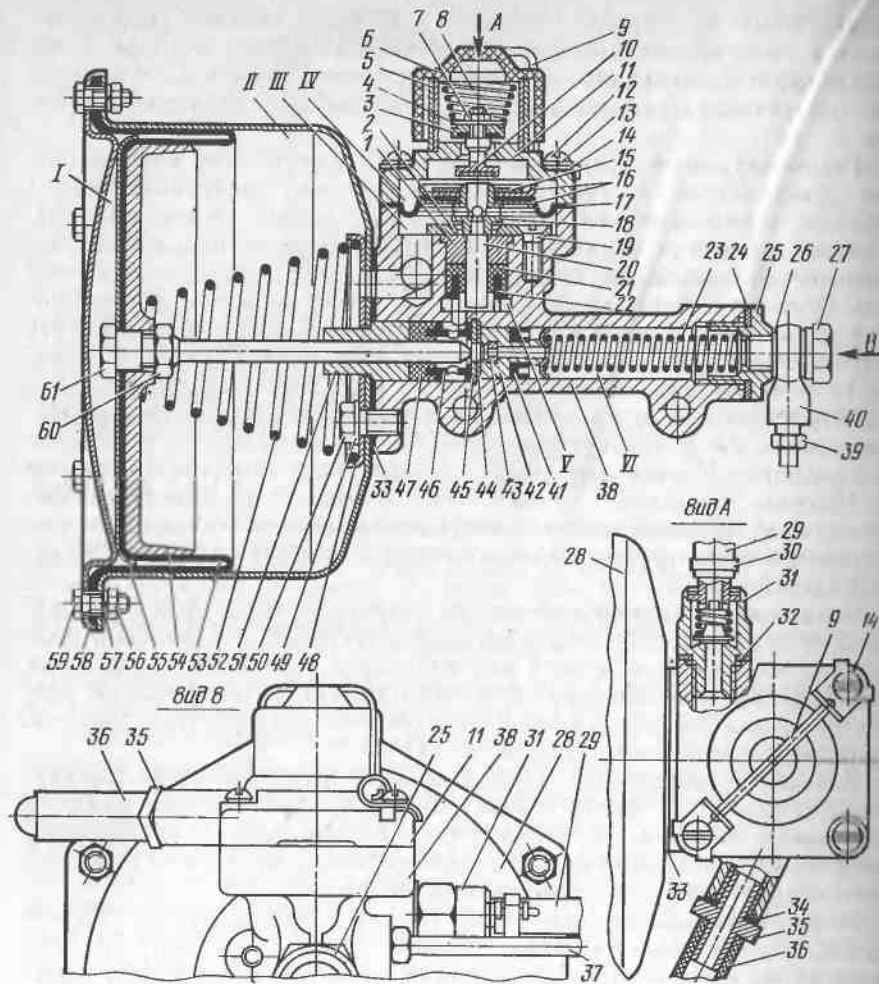

Рис. 170. Гидروвакуумный усилитель:
**Гидровакуумный усилитель** (рис. 170) установлен в подкапотном пространстве и соединен трубопроводом последовательно с главным тормозным цилиндром передних колес. Основными элементами усилителя являются вакуумный цилиндр, вторичный гидравлический цилиндр и клапанная коробка со следящим механизмом. Плость II корпуса 28 каналом и гибким шлангом 29 сообщается с впускным трубопроводом двигателя, в котором при работе двигателя всегда имеется разрежение. Для предотвращения попадания воздуха или паров бензина из впускного трубопровода в полость усилителя между шлангом и усилителем установлен обратный клапан 31. В незаторможенном состоянии полость I сообщается с полостью II каналами и специальным соединительным шлангом 36. Поэтому в полости I так же, как и в полости II, имеется разрежение. Атмосферный клапан 3 в незаторможенном состоянии также закрыт и плотно прижат к своему седлу в крышке следящего механизма пружиной 8.